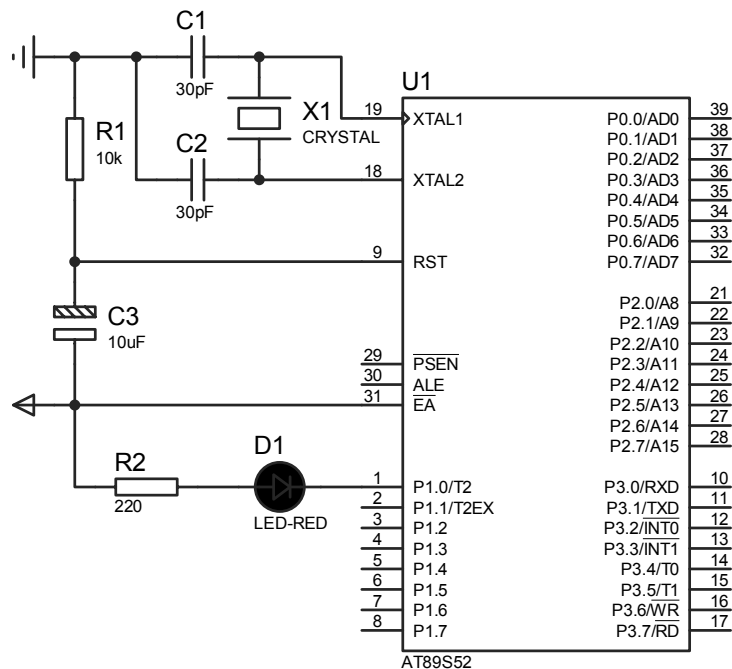

图 1-1 LED 点亮电路
在本工作模块中，LED 的阳极通过 220Ω 限流电阻后联接到 5V 电源上，限流电阻在这里起到了限流的作用，使通过 LED 的电流被限制在十几个毫安左右。P1.0 引脚接 LED 的阴极，P1.0 引脚输出低电平时对应的 LED 点亮，输出高电平时对应的 LED 熄灭。LED 点亮电路设计如图 1-1 所示。
底白字，预览窗口显示 AT89C52 元器件；单击方向工具栏按钮可实现元器件的左旋、右旋、水平和垂直翻转，以调整元器件的摆放方向；将鼠标指针移到编辑区某一位置，单击一次就可放置元器件 AT89C52。用同样方法放置其他元器件。按图 1-1 所示放置元器件。
(8) 编辑元器件。单击模式选择工具栏“编辑”按钮，进入编辑状态。右击（或单击）元器件，该元器件变为红色表明被选中，鼠标指针放到被选中的元器件上，按住左键拖动，将鼠标移到编辑区某一位置松开，即完成元器件的移动。鼠标指针放到被选中的元器件上右击，单击弹出的快捷菜单中的方向工具栏按钮可实现元器件的旋转和翻转。右击被选中的元器件，可删除该元器件。被选中的元器件外单击，可撤销选中。按图 1-1 所示编辑元器件。
(9) 放置终端。单击模式选择工具栏“终端”按钮，单击对象选择器窗口的电源终端“POWER”，该终端名背景变为蓝色，预览窗口显示该终端；单击方向工具栏“左旋转”按钮，电源终端逆时针旋转 90°；将鼠标指针移到编辑区某一位置，单击一次就可放置一个终端。用同样方法放置接地终端“GROUND”。
(10) 连线。单击命令工具栏“实时 Snap（捕捉）”按钮，实时捕捉有效（再次单击，实时捕捉无效），当鼠标指针接近引脚末端时，该处会自动出现一个小方框“□”，表明可以自动连接到该点。按图 1-1 所示单击要连线的元器件起点和终点，完成连线。